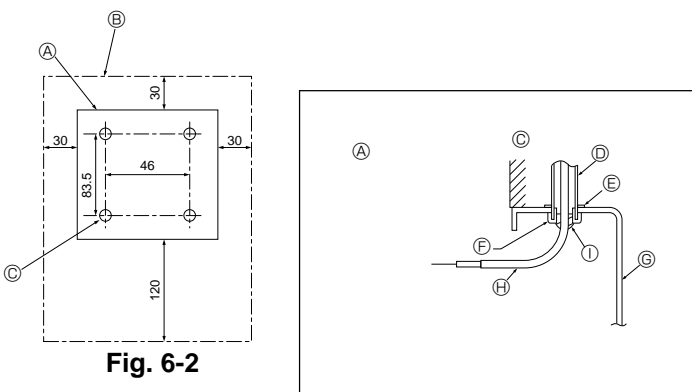

Fig. 6-2
(1) Выберите место установки пульта дистанционного управления. (Fig. 6-2) Датчики температуры расположены как на пульте дистанционного управления, так и в внутреннем приборе.
[Fig.6-2]